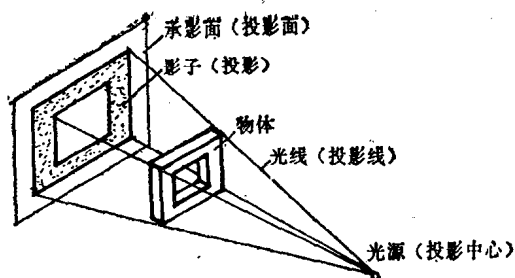

图 1-1 投影的形成
物体在光线的照射下，在墙面或地面上会产生影子，这种现象在日常生活中随处可见。产生影子要有三个条件，即光线、物体和承影面，缺一不可。但影子一般只能大致反映出物体的形状，不能满足工程图绘制的需要，于是人们对这一现象进行科学总结，抽象出投影原理，在投影原理中把产生光线的光源称为投影中心，把光线称为投影线，承影面称为投影面，并且设想投影线能穿透物体，使物体各部分的轮廓线能在投影图上反映出来，就形成了投影的概念。投影的形成如图1-1所示。
(1) 中心投影 投影线集中于一点的投影称为中心投影，如图1-1所示，中心投影一般用于绘制建筑透视图。
(2) 平行投影 投影线相互平行的投影称为平行投影。平行投影又可分为两种：